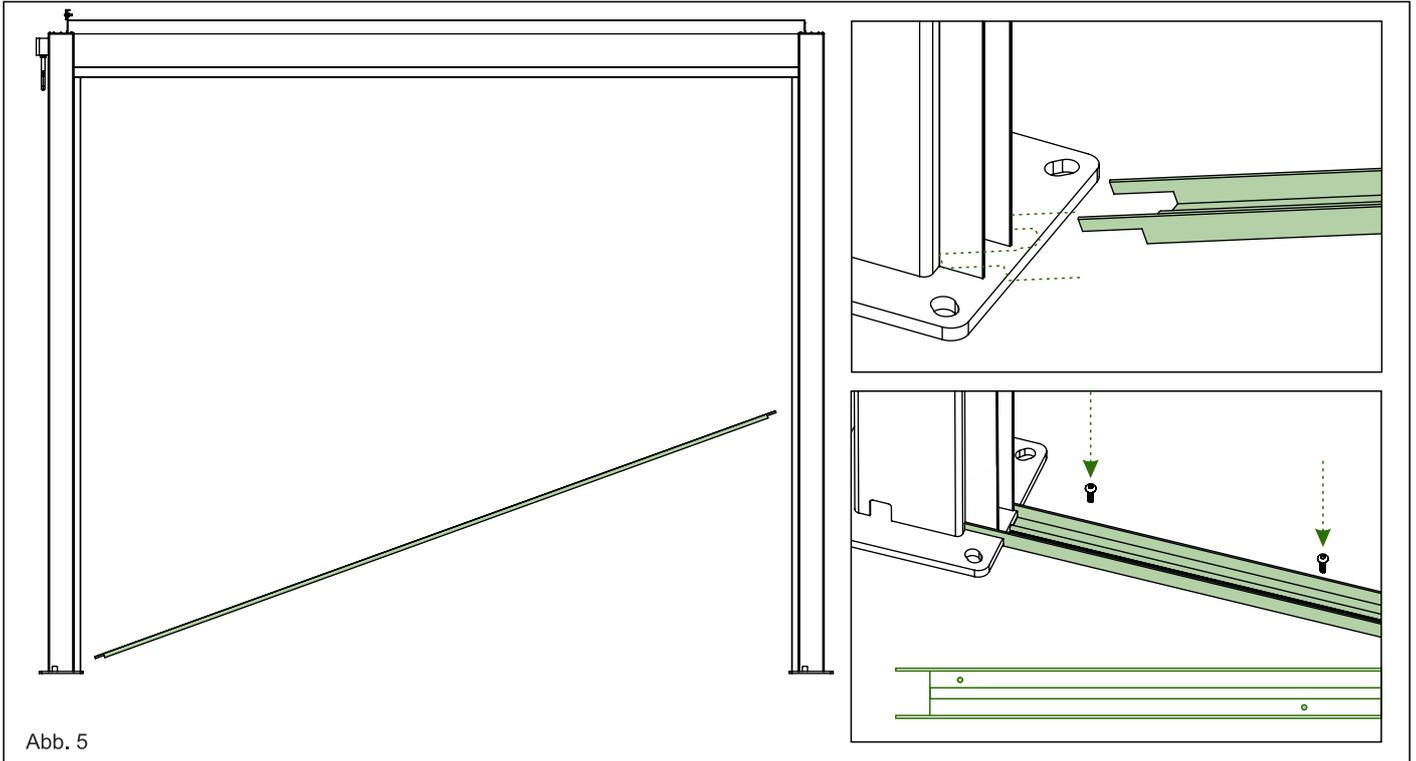

Abb. 5
3. Legen Sie die untere Schiene in die beiden Seitenprofile und befestigen Sie diese mit dem für Ihr Fundament geeigneten Schrauben/Bolzen. Siehe Abb. 5.